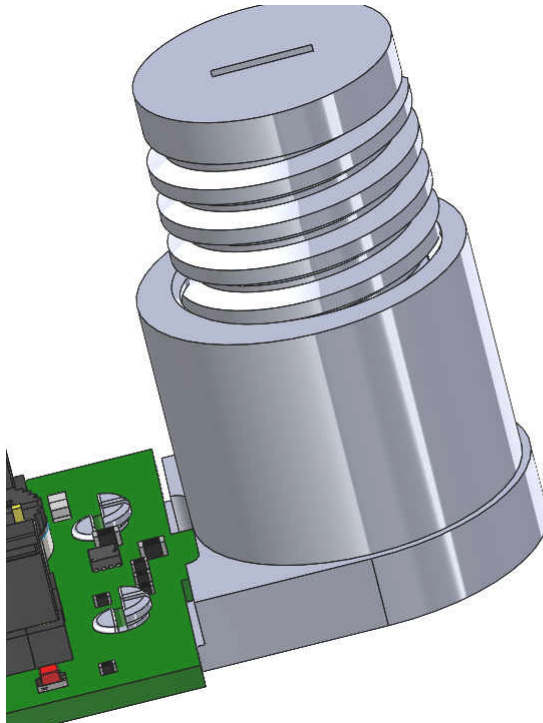

图 5-24. 将螺钉放在基座顶部
2. 将螺钉放在基座顶部 (请参见图 5-24)。螺钉接近基座顶部时，感应到的磁通密度将接近 2mT。